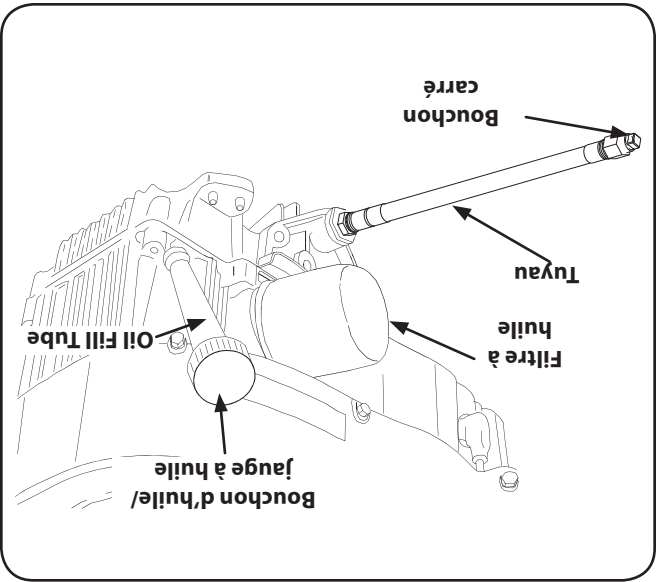

Figure 6-1
2. Localisez la soupape de vidange de l'huile, sur la droite du moteur. Voir la figure 6-1.